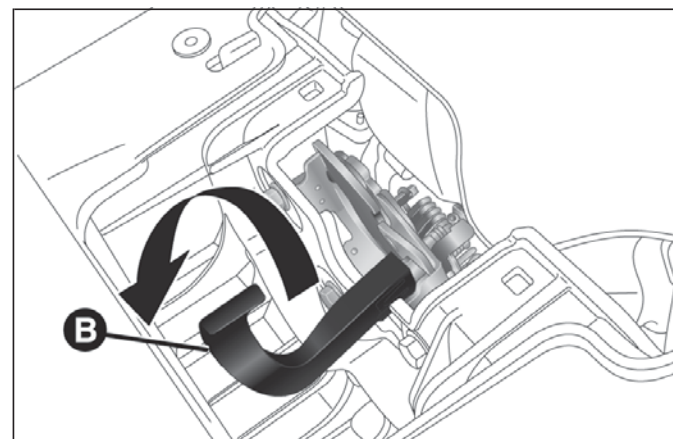

fig. 102
- ☐ accionar la palanca B fig. 102 en el sentido indicado por la flecha y levantar el capó.